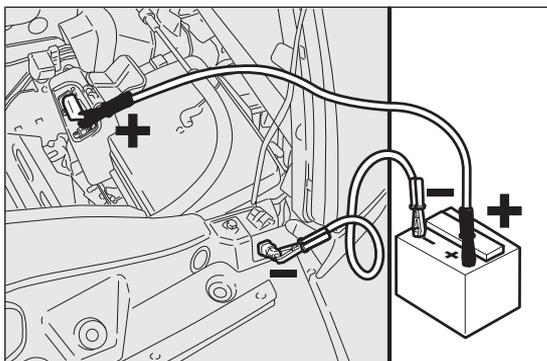

Abb. 167
- mit einem zweiten Kabel den Minuspol (–) der Hilfsbatterie mit dem Masseanschlusspunkt, wie in Abb. 167 gezeigt, verbinden;